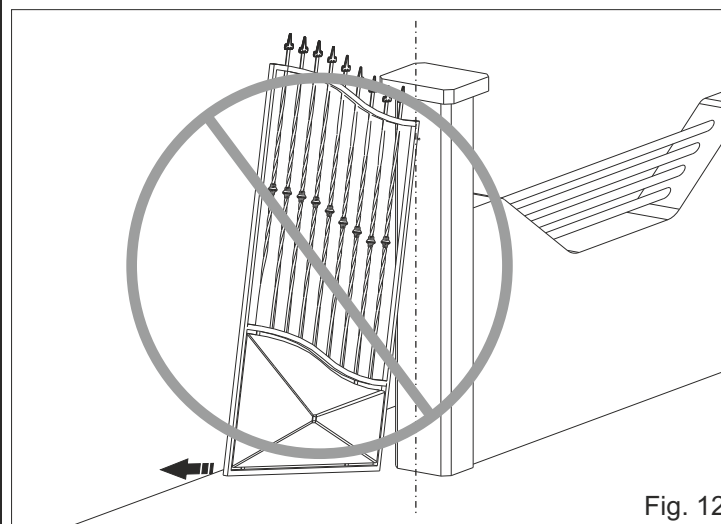
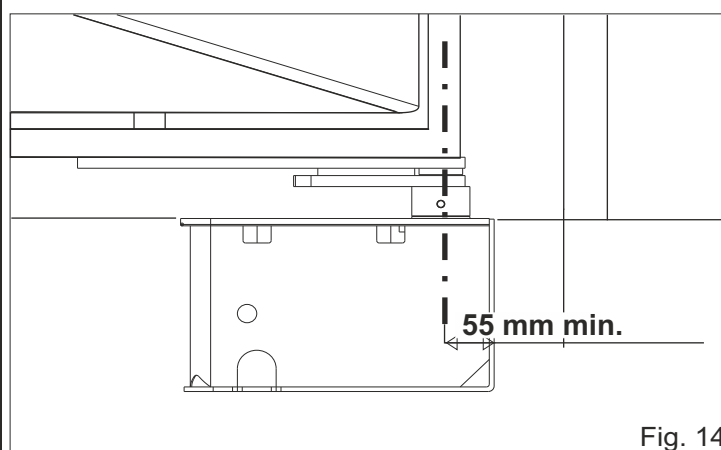

Fig. 12
Fig. 14
3.3. Faire beaucoup d'attention de ne pas positionner le vantail au dehors des axes (Fig. 12 et 13), mais faire de manière que l'arbre coïncide avec l'axe de rotation de la charnière en tenant compte que la distance minimum de la colonne est de 55 mm (Fig. 14)